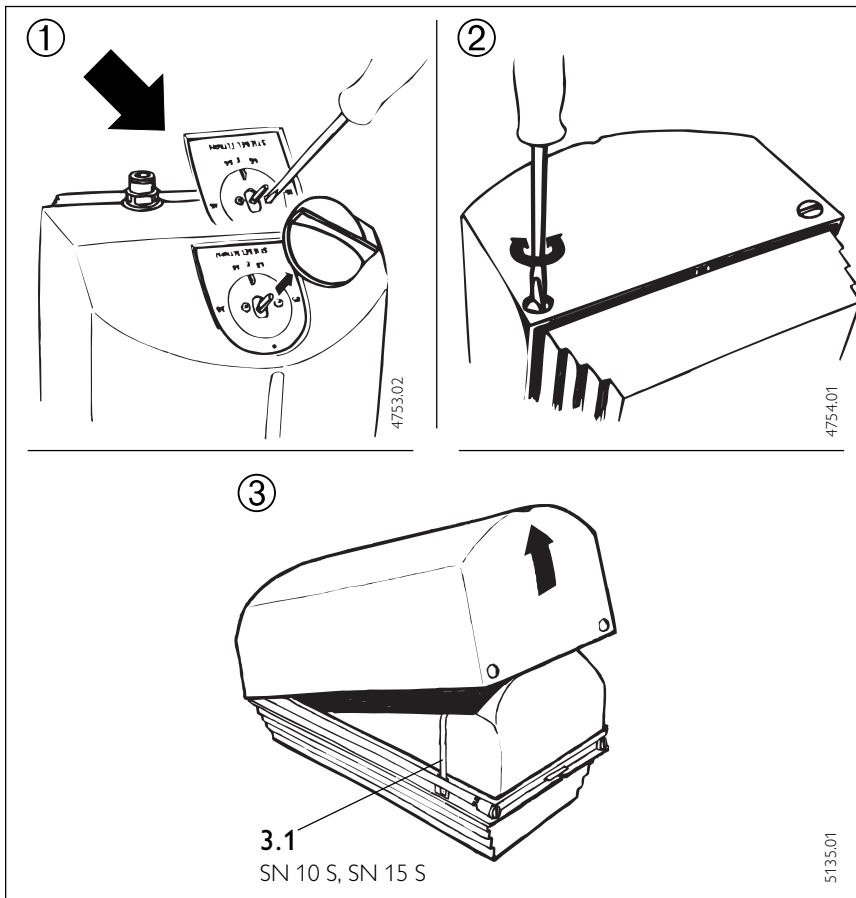

Abb. 12/Fig. 12/Afb. 12
### Öffnen der Gehäusekappe (Abb. 12):
Wird im Servicefall die Gehäusekappe zu Prüfzwecken geöffnet, verhindert das Spannband (Abb. 12, Pos. 3.1) ein Herauskippen des Behälters.
To open the housing lid (Fig.12):
**Démontage du capot de l'appareil** (fig. 12).
- ① Démontez le bouton de thermostat, retirez les vis.
- ② Sur le côté opposé, enfoncez les vis de verrouillage vers l'intérieur en tournant vers la droite ou la gauche.
- ③ Retirez le capot en le faisant pivoter. Retirez le ceclage de maintien Pos. 3.1 pour les modèles SN 10 S et SN 15 S. L'appareil est maintenant accessible pour une intervention.
Si en cas de dépannage, le capot doit être ouvert, la sangle (fig. 12, rep. 3.1) empêche le basculement de la cuve.
**Demontage van de bovenkap** (afb. 12):
- ① Regelknop verwijderen, schroeven losdraaien.
- ② De schroeven in de bodemplaat laten verzinken door naar links of rechts te draaien.
- ③ Beschermkap wegdraaien, wegnemen. Spanband positie 3.1, bij SN 10 S en SN 15 S losmaken.
Bij geopende boiler, zorgt de spanband ervoor (afb. 12, nr. 3.1), dat de binnetank op zijn plaats blijft.